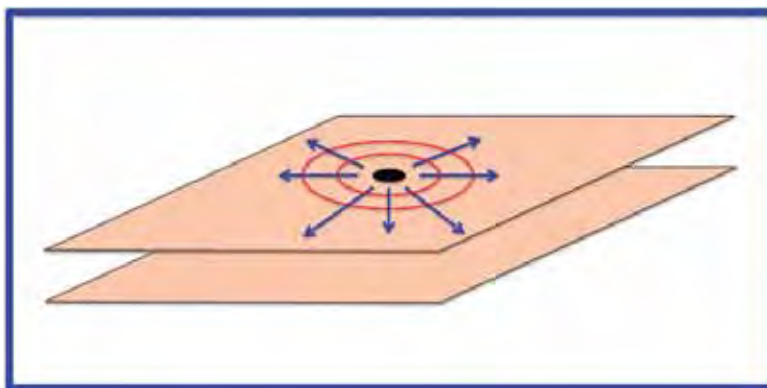

Figura 8: Propagación electromagnética desde un punto fuente de ruido.
Si se asume que los planos de referencia de alimentación y de masa están acoplados a un circuito integrado (CI) en un único punto de origen en la vía que se conecta a la patilla de alimentación. La alimentación de los CIs digitales se puede modelar como una fuente de impulsos de ruido (EMI) (figura 8). Los cortos impulsos de corriente se generan cuando las salidas digitales cambian de estado, debido a la configuración de los transistores